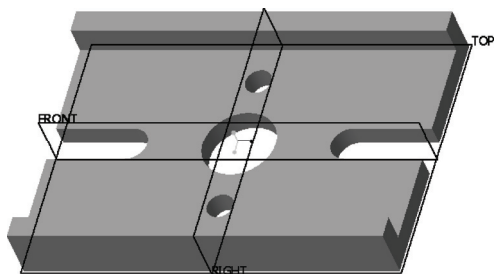

图 11-91 建立的三维模型
1) 在零件模式下建造该零件的三维模型，如图 11-91 所示。